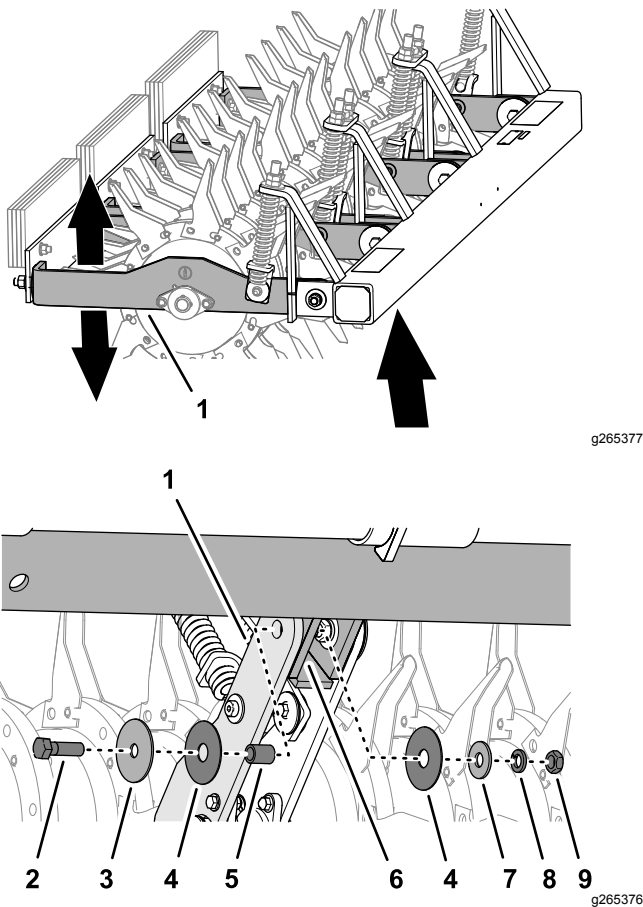

Figure 28
bras principaux et les supports de fixation du cadre (Figure 28).
2. Vérifiez que les 6 bras principaux pivotent librement (Figure 28).
- B. Retirez le boulon, l'écrou, les rondelles et la bague qui fixent l'arbre principal au support de fixation du cadre (Figure 28), et vérifiez s'ils sont usés.
- C. Fixez le bras principal au support de fixation du cadre à l'aide du boulon, de l'écrou, des rondelles et de la bague (Figure 28).